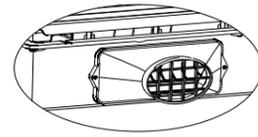

图3
- 2 将主机的换气扇出风口用随附的螺钉固定到主机上（如图3）。